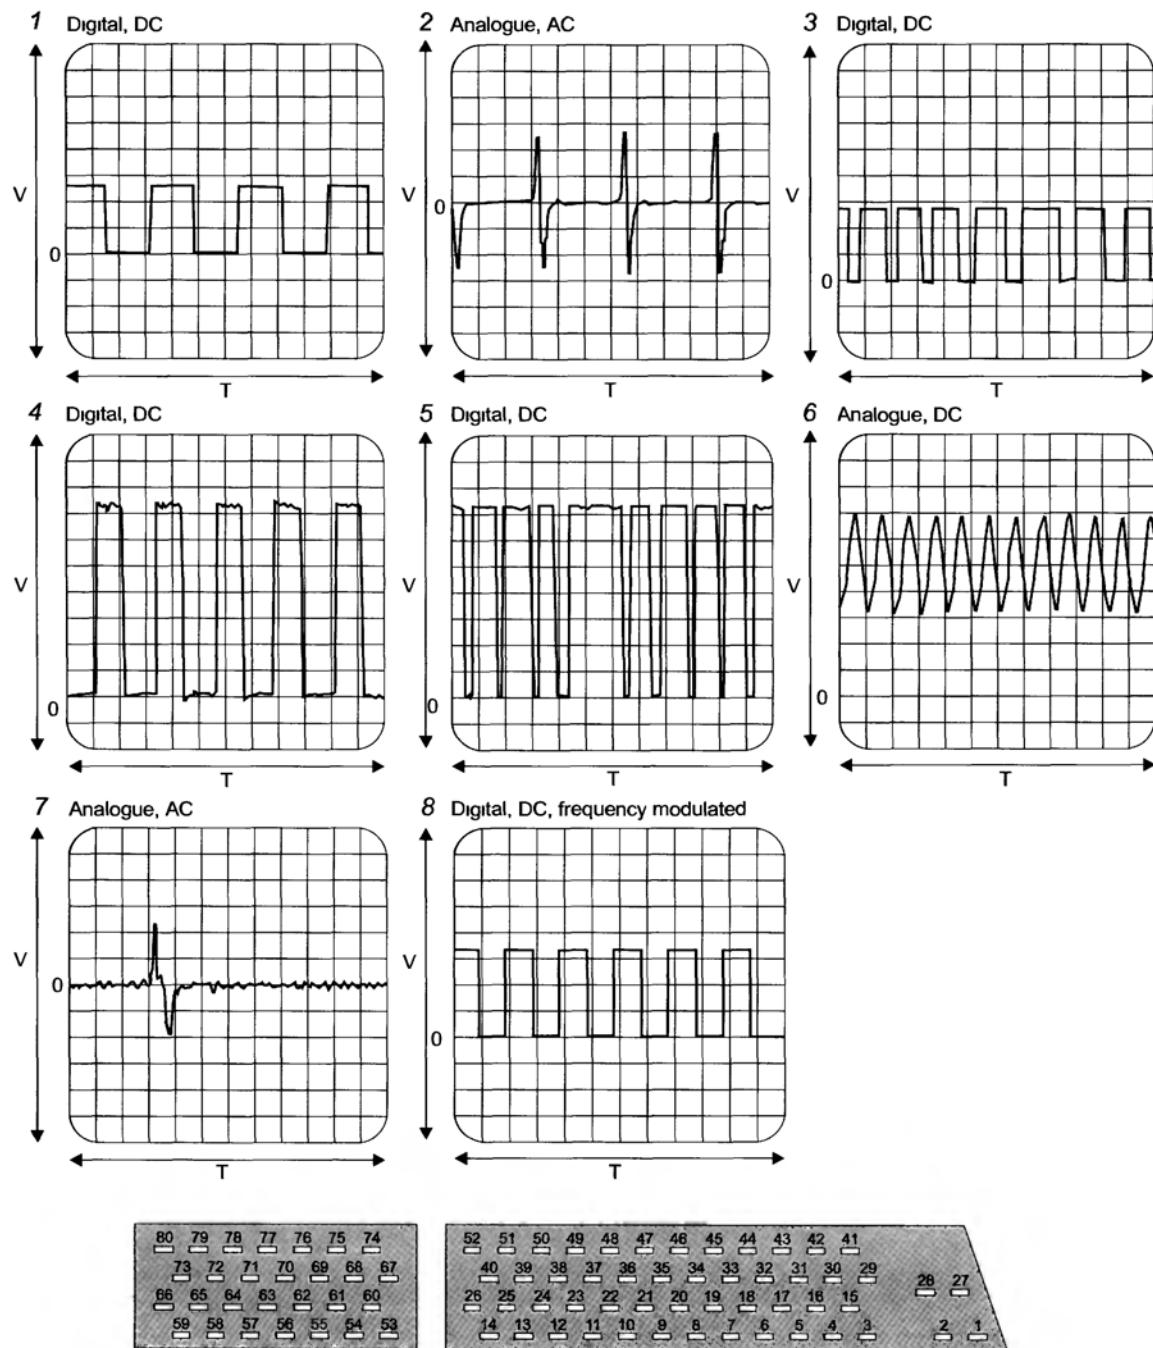
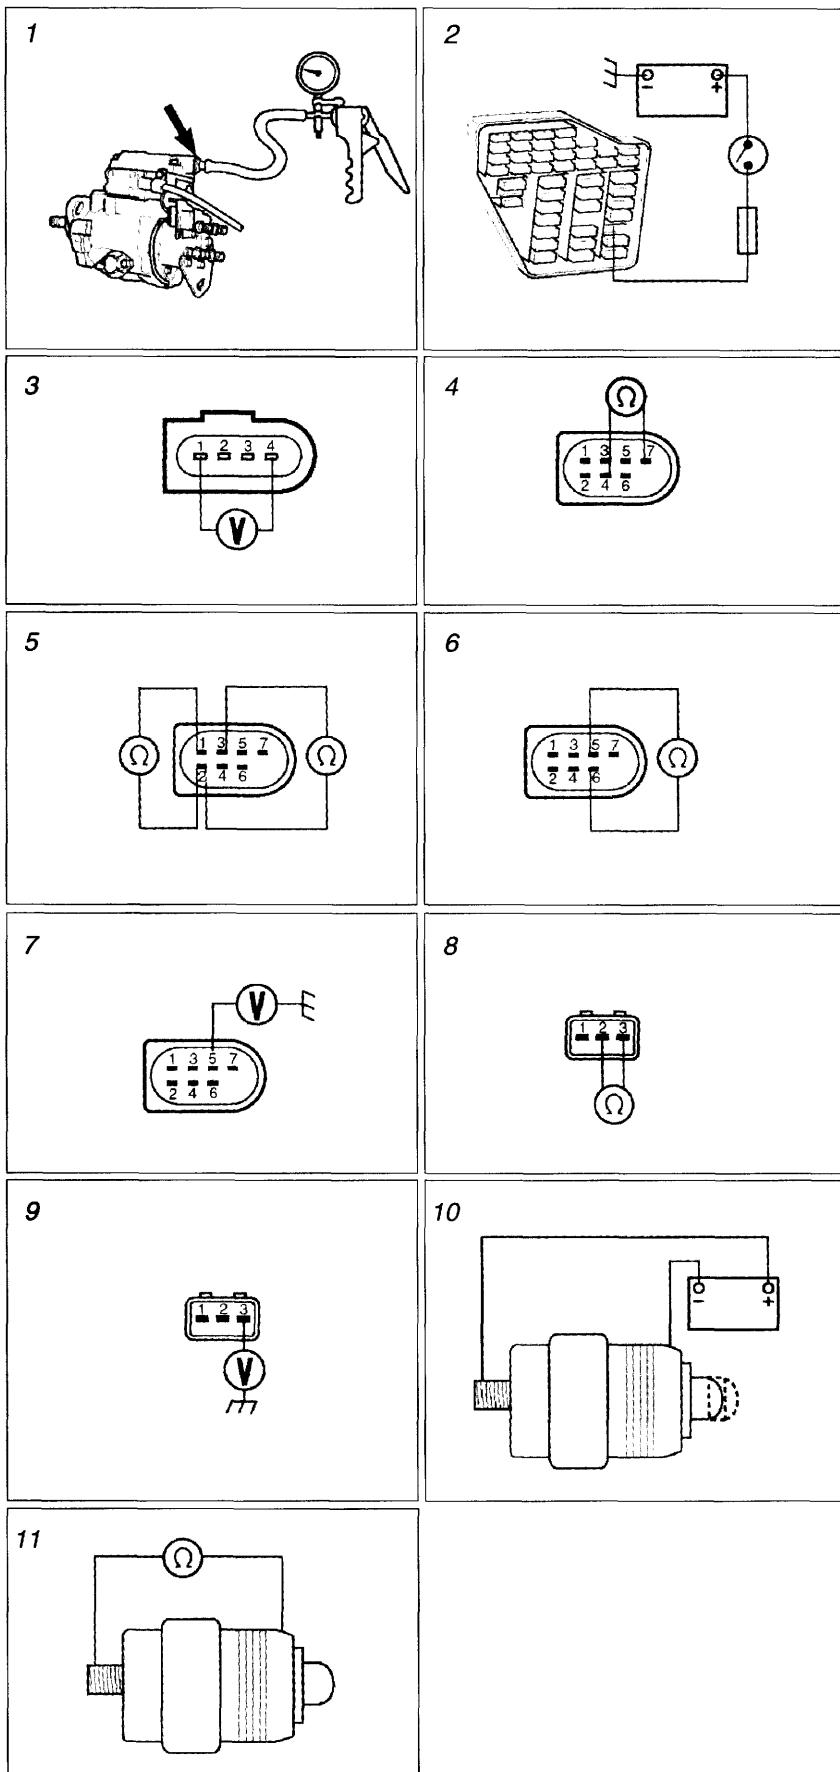

Рис. 5. Контрольные осциллографы и разъем ECM «Bosch EDC 15V»
Рис. 7. Проверка компонентов топливной системы
– подключить к штуцеру обратного слива ТНВД ручной насос (см. рис. 7/1);
– собрать диагностическую схему (см. рис. 7/2 – предохранитель F28 извлечен из колодки, питание подается на его шину) и проверить наличие «+12 В» на контактах «1–4» разъема топливного насоса (см. рис. 7/3). Если питания нет, проверить соединения, иначе – заменить насос.
– отсоединить 7-контактный разъем ТНВД (см. рис. 7/4);
Этот регулятор (FQA) представляет собой электромагнитный поворотный исполнительный механизм, изменяющий положение регулирующей втулки ТНВД от нуля до максимума. Для управления регулятором используется ШИМ-сигнал (широко-импульсно модулированный – см. контрольную осциллограмму на рис. 5/5). Для проверки регулятора FQA необходимо:
– включить зажигание: на контакте «5» 7-контактного разъема ТНВД должно быть «+12В» (см. рис. 7/7). В противном случае проверить реле К46, замок зажигания и соответствующие соединения;
– на отсоединенном 7-контактном разъеме ТНВД измерить сопротивление обмотки регулятора между контактами «5–6»; его величина – 0,5...2,5 Ом (см. рис. 7/6).
Этот кольцевой коротко-замкнутый датчик (FQAS), включенный по полудифференциальной схеме, определяет угловое положение регулятора FQA. Необходимо проверить сигнал датчика на работающем на ХХ двигателе (контрольная осциллограмма на рис. 5/6). Сопротивление обмотки датчика FQAS на отсоединенном разъеме ТНВД между контактами «1–2» и «2–3» должно лежать в пределах 5...7 Ом (см. рис. 7/8).
Давление топлива внутри ТНВД, пропорциональное частоте оборотов двигателя, действует на механизм установки момента впрыска. Этот механизм также регулируется FITS-регулятором, положение которого зависит от скважности управляющего сигнала, формируемого ECM (см. контрольную осциллограмму на рис. 5/4). Для проверки регулятора FITS необходимо:
– включить зажигание: на контакте «3» 3-контактного разъема ТНВД должно быть «+12 В» (см. рис. 7/9). В противном случае проверить предохранитель F1, реле К46, замок зажигания и соответствующие соединения;
– на отсоединенном 3-контактном разъеме ТНВД измерить сопротивление обмотки регулятора «2–3», его величина – 12...20 Ом (см. рис. 7/8).
– измерить сопротивление обмотки клапана; его величина – около 7,5 Ом (см. рис. 7/11);
– собрать диагностическую схему (см. рис. 7/10) и проверить работу клапана: при включении питания плунжер должен втянуться, при снятии питания – выдвинуться наружу.